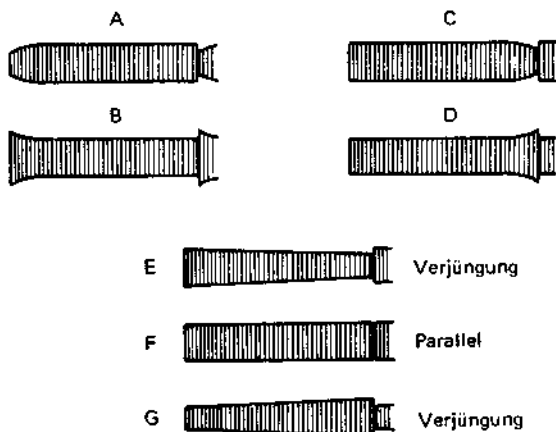

Abb. 2-4-14 Verlauf der FM-Kurve bei minimaler Amplitude
- 1) Falls die Hüllkurve einen Verlauf entsprechend Teilbild A, B, C oder D in Abb. 2-4-14 aufweist, die Führungsrollen auf beiden Seiten vorsichtig justieren, so daß der resultierende Kurvenverlauf Teilbild E, F oder G entspricht.